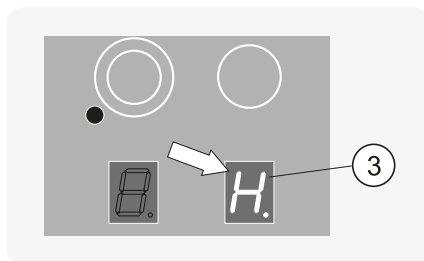

Рис.24
После выключения конфорки в окне индикации ③ (рис. 24) высвечивается буква «Н» (от англ. hot – «горячий»).